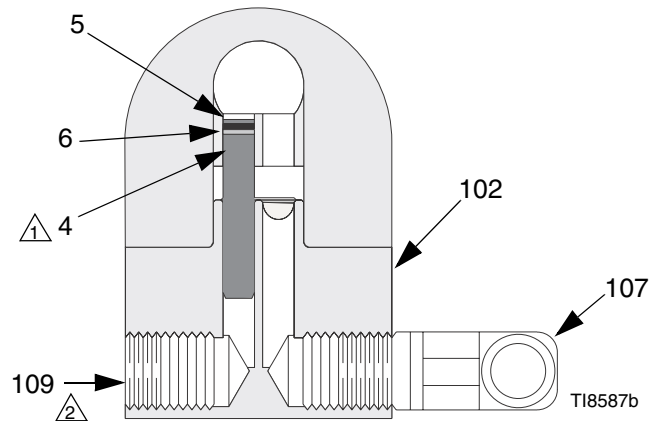

図 . 1: 非循環の据え付け (一部を切り取った図)
ガンは内部液体プラグ (4) 付きで供給されます。図 . 1 を参照してください。ガンを循環するシステムで使用するには、内部プラグを外します。循環しないシステムでは、プラグはそのまま洗浄時間を最小限にします。
1. 急停止防止潤滑剤 222955 をマニホールド (102)、プラグ (109)、組み立てられずに供給されるエルボ (107) のネジ山と合わせ面に適用します。
2. エルボ (107) をマニホールド (102) の液体ポートに取り付け、プラグ (109) を別のポートに取付けます。
3. ガン液体ポートでマニホールドプラグと同じ側に、内部プラグ (4) を取り付けます。
4. 液体供給ラインをマニホールドのエルボ (107) に接続します。図 . 1 を参照してください。
5. ネジ (14) 4 本を使い、ガンをマニホールドに取り付けます。4 本全てのネジ山を一緒に締めます。前 2 本をまず締めてから、後ろ 2 本を締めます。4 本全てに等しいトルク 65 in-lb (7.3 N•m) を与えます。